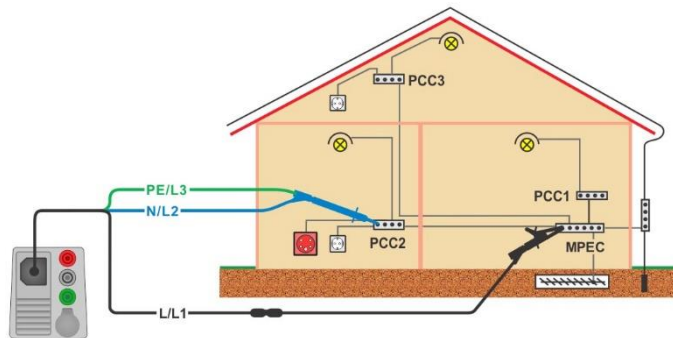

Abbildung 7.22: Anschluss des 3-Leiter Prüfadapters plus des optionalen Verlängerungskabels
- › Schließen Sie die Prüfleitungen an, siehe **Abbildung 7.22**.